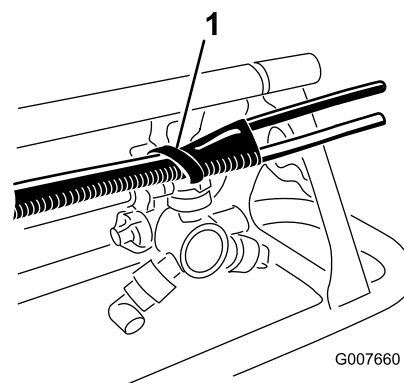

Рисунок 8
- В. Выровняйте конец шланга по концу верхней штанги. Прикрепите пенный шланг к поперечине пластиковыми хомутами, используя отверстия на поперечине (Рисунок 8).